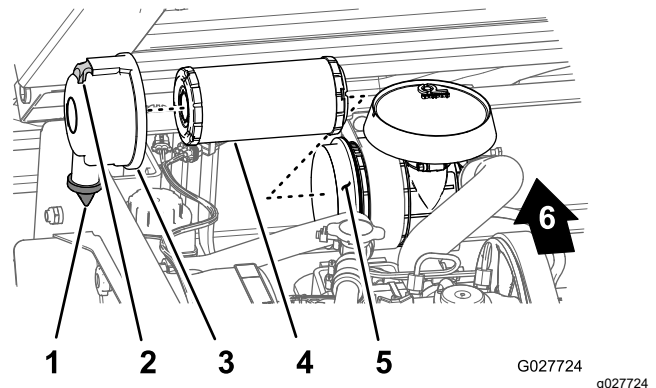

Figura 35
2. Inspeccione la carcasa del limpiador de aire en busca de daños que pudieran causar una fuga de aire (Figura 35).
3. Tire hacia fuera del enganche y gire la tapa del limpiador de aire en sentido antihorario (Figura 35).
5. Retire suavemente el elemento del filtro de aire de la carcasa del filtro de aire (Figura 35) para reducir la cantidad de polvo desplazado.
1. Limpie el orificio de expulsión de suciedad situado en la tapa del filtro de aire (Figura 35).
2. Retire la válvula de salida de goma de la cubierta, limpie el hueco y cambie la válvula de salida (Figura 35).
3. Introduzca el elemento del filtro de aire en la carcasa del filtro de aire presionando el borde exterior del elemento para asentarlos en la carcasa del filtro de aire (Figura 35).
4. Alinee la tapa del limpiador de aire con la carcasa del limpiador de aire, con la válvula de salida de goma hacia abajo – entre las 5 y las 7 aproximadamente, visto desde el extremo (Figura 35).
5. Sujete la tapa a la carcasa con los enganches (Figura 35).